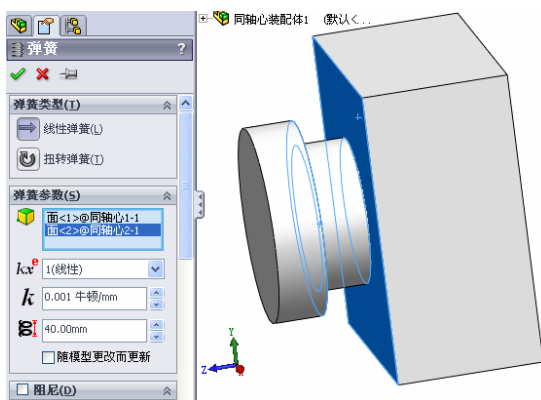

图 13-66 选择放置弹簧面
- ① 单击 MotionManager 工具栏中的“弹簧”图标按钮 ，弹出“弹簧”属性管理器。
- ② 在“弹簧”属性管理器中选择“线性弹簧”类型，在视图图中选择要添加弹簧的两个面，如图 13-66 所示。